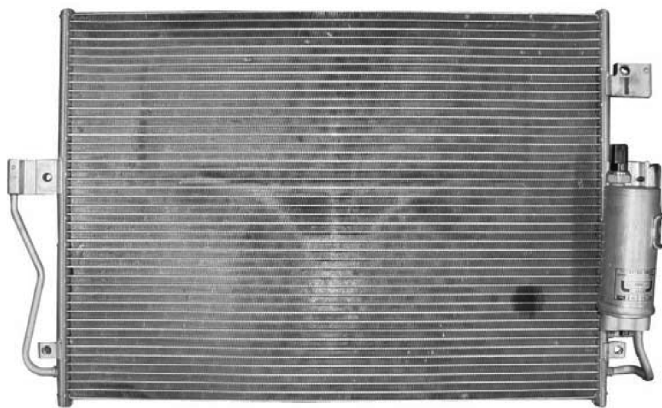

图 16-3 冷凝器与储液干燥器
(1) 压缩机的检查和保养 主要检查进、排气压力是否符合要求，各紧固件是否松动，是否漏气等。拆开后主要检查进排气阀片是否有破损和变形现象，如有应修整或更换进排气阀总成。压缩机拆修后必须更换各密封圈和轴封，否则会造成压缩机密封处泄漏。
(2) 冷凝器（图 16-3）和冷凝风扇的检查 and 保养 保养内容主要是彻底清扫或清洗冷凝器表面的杂质、灰尘，用扁嘴钳扶正和修复冷凝器的散热片，仔细检查冷凝器表面是否有异常情况，并用检漏仪检查制冷剂是否泄漏。如防锈涂料脱落，应重新涂刷，以防止生锈穿孔而泄漏。检查冷凝器冷却风扇是否运转正常，检查风扇电动机的电刷是否磨损过量。
(3) 蒸发器的检查和保养 一般应每年用检漏仪进行一次检漏作业，每2~3年应卸开蒸发箱盖，对蒸发器内部进行清扫，清除送风通道内的杂物。
(4) 电磁离合器的检查和保养 重点检查其动作是否正常，是否有打滑现象，接合面是否磨损，离合器轴承是否严重磨损。同时，还必须用塞尺检查其电磁离合器间隙是否符合要求。
(5) 储液干燥器(图 16-3)的更换 乘用车的空调在正常使用情况下,一般每 3 年左右更换一只储液干燥器,如因使用不当使系统进入水分后应及时更换。另外,如系统管路被打开时,一般也应更换储液干燥器。
(6) 膨胀阀的保养 检查其动作是否正常,开度大小是否合适,进口滤网是否被堵塞,如不正常应更换或进行适当调整。
(7) 制冷系统管路的保养 管接头每年检查一次,并用检漏仪检查其密封情况。检查硬管是否与其他部件相碰,检查软管是否有老化、裂纹现象,一般每 3~5 年更换软管。
(8) 驱动机构的检查和保养 V 带每使用 100h 检查一次张紧度和磨损情况,使用三年左右应更换新品。张紧轮及轴承每年检查一次,并加注润滑油。
(9) 冷冻机油的更换 一般每两年左右检查或更换,对于管路有较大泄漏时,应及时检查或补充冷冻机油。
(10) 安全装置的检查与更换 高压开关、低压开关、冷却液温度开关等关系到空调系统是否能安全、可靠地工作的安全装置,一般应每季检查一次,每五年更换一次。